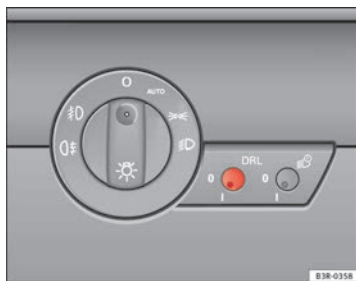

Abb. 89 Schalter Tagfahrlicht
- Drücken Sie kurz auf den Knopf ⇒ Abb. 89, um ihn aus seiner Position auszurasten.